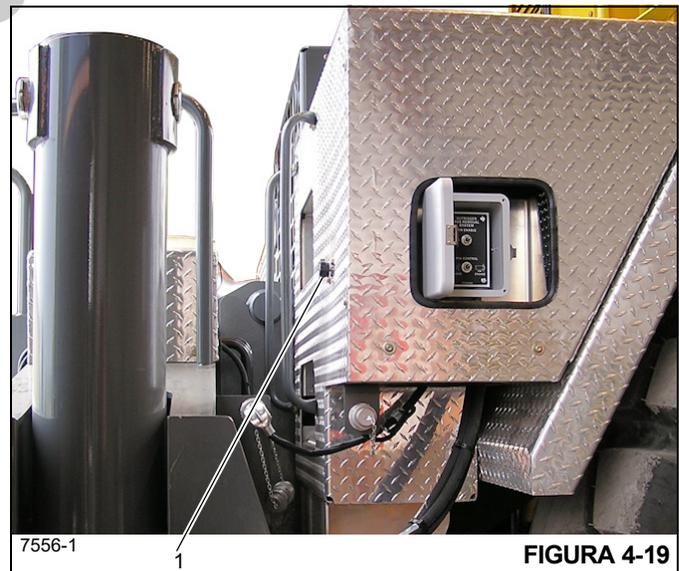

FIGURA 4-19
La válvula de purga manual de presión (1) (Figura 4-19) está ubicada en la parte trasera del guardabarros derecho trasero. La válvula sirve para reducir los esfuerzos necesarios para separar y conectar los acopladores rápidos hidráulicos cuando se instalan o retiran las cajas de los estabilizadores delantero y trasero.